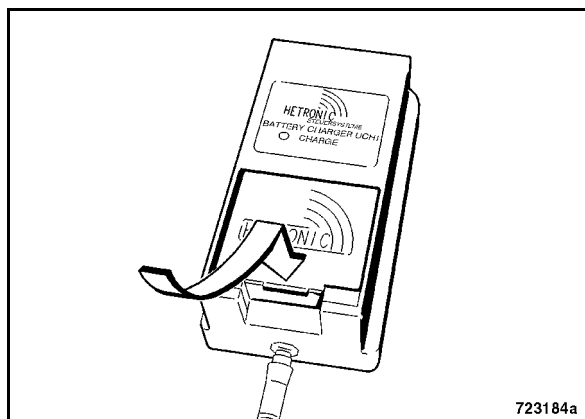

Рис. 73
- Вставить аккумуляторную батарею в зарядное устройство (Рис. 73).